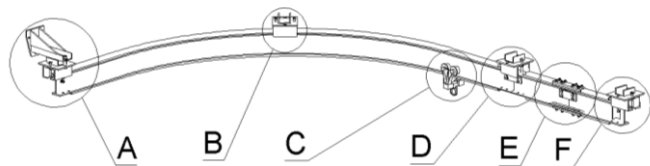

Рисунок 6.1- Общая схема монтажа
6.1 Монтаж системы на несущую конструкцию осуществляется с помощью универсальных кронштейнов vpro DL AV01 (B) или консольных кронштейнов vpro DL AV02 (A) Рис. 6.1.